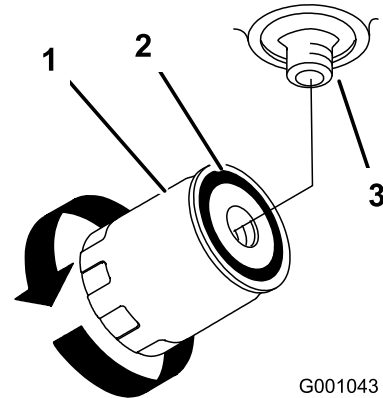

Figura 84
4. Retire el filtro usado y limpie con un paño la superficie de la junta del adaptador del filtro (Figura 84).
7. Gire el filtro en el sentido de las agujas del reloj hasta que la junta de goma entre en contacto con el adaptador del filtro, luego apriete el filtro media vuelta más (Figura 84).